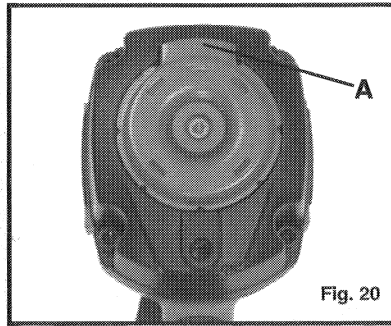

Fig. 20
5. Ajustez le déflecteur directionnel d'échappement (A) Fig. 20 afin que les bouffées d'air s'échappant de l'outil soit dirigées loin de l'opérateur. Le déflecteur d'échappement peut être positionné de sept manières différentes afin de diriger les bouffées d'air s'échappant de l'outil loin de l'opérateur. Attrapez le réflecteur et faites le tourner jusqu'à ce qu'il soit dans la position désirée.